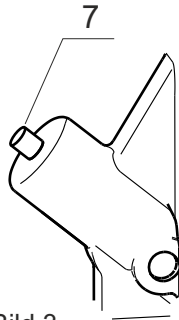
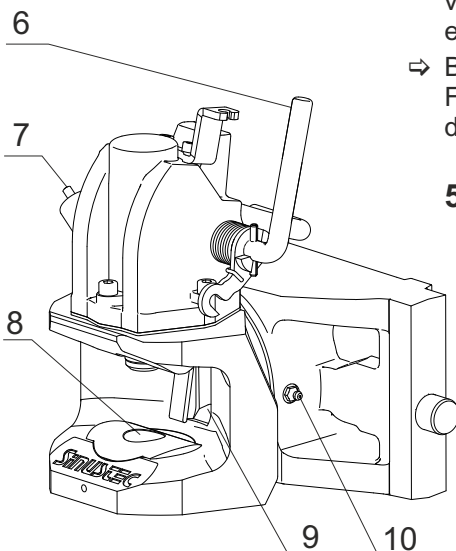

Bild 3
Bild 6
- ⇒ Handhebel (6) bis zum Anschlag aufziehen [Bild 6]. Anzeige "Kupplung geöffnet" - Sicherungskontrollstift (7) ragt aus dem Gehäuse. [Bild 3 u. 6]
Hinweis: Die Kupplung darf lediglich während des Ein- und Auskuppelvorgangs geöffnet sein und muss ansonsten geschlossen bleiben, da sich sonst Schmutz in der unteren Aufnahmebuchse (8) des Kupplungsbolzens und in der Lösehebelvertiefung (9) im Fangmaul festsetzen kann, was dazu führt, dass die Kupplung möglicherweise nicht mehr richtig geschlossen werden kann. [Bild 6]
- ⇒ Entsprechend den Einsatzbedingungen die Lagerung über den Schmier-nippel (10) mit Mehrzweckfett schmieren (max. 1x pro Woche) . Pro Schmierungsvorgang nicht mehr als zwei Hübe einer handelsüblichen Hebelfettpresse einbringen. [Bild 6]
- ⇒ Bei hoher Verschmutzung die Kupplung regelmäßig reinigen. Aus Funktionsgründen ist in jedem Fall dafür zu sorgen, dass die Buchse (8) und die Lösehebelvertiefung (9) schmutzfrei sind. [Bild 6]